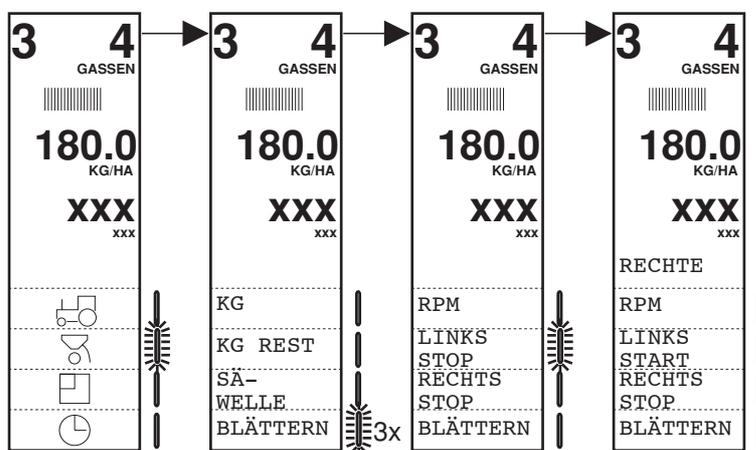

Рис. 22 - 28 Отключение левой половины
- Введите для первой езды половинную величину рабочей ширины, см. стр. 22 - 16, если рядовая сеялка имеет только один дозирующий аппарат. При наличии двух дозирующих аппаратов отключите одну половину, см. рис. 22 - 28. При этом измеряемая площадь и норма дозирования автоматически делятся пополам.